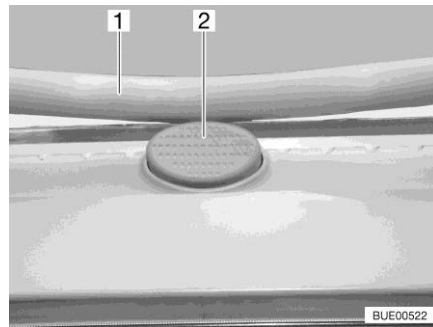

Bild 108 Låsknapp (Heki-taklucka)
- Tryck på låsknappen (Bild 108,2) och dra ner bygeln (Bild 108,1) med båda händerna.
- Tryck bygeln uppåt med båda händerna tills bygeln ligger ovanför låsknappen (Bild 108,2).
- Tryck på låsknappen (Bild 108,2) och dra ner bygel (Bild 108,1) med båda händerna.